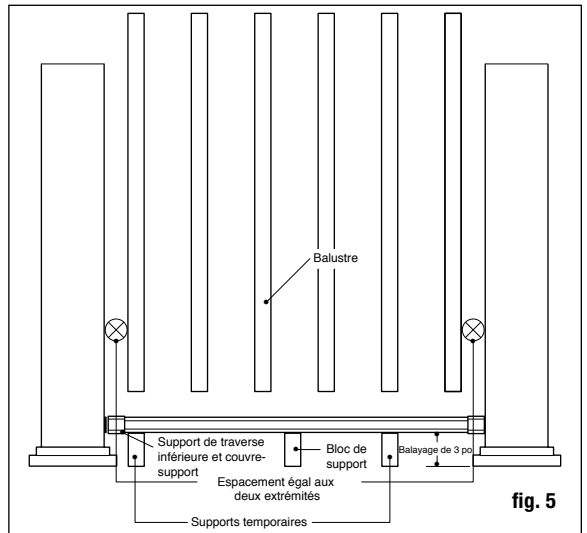

fig. 5
Étape 6 Mesurez la distance entre les manchons de poteaux installés pour déterminer la longueur des traverses du haut et du bas. Placez la traverse inférieure en position près des poteaux et ajustez afin que la distance entre le premier trou de balustre et le poteau soit plus élevée que 5 cm (2 po), puis égale aux deux extrémités (voir la fig. 5). Marquez la traverse. Coupez la traverse du bas. Coupez la traverse du haut à la même espacement et longueur.
Étape 10 Placez les couvre-supports et support de traverse aux extrémités de la traverse supérieure. Positionnez la traverse du haut en plaçant les balustres à l'intérieur des trous fraisés, tout en travaillant d'une extrémité à l'autre. Vérifiez que la traverse est à niveau. En utilisant le support comme guide, marquez la position des vis sur le manchon de poteau et sur les deux extrémités de la traverse. Percez des trous de guidage de 1/8 po dans le manchon de poteau et la traverse. Fixez le support au manchon de poteau grâce à des vis à tête carrées n° 8-15 x 2" - n° 2, puis fixez le support à la traverse en utilisant des vis à têtes carrées autotaraudeuses n° 10-16 x 3/4" - n° 2 (fig. 5).